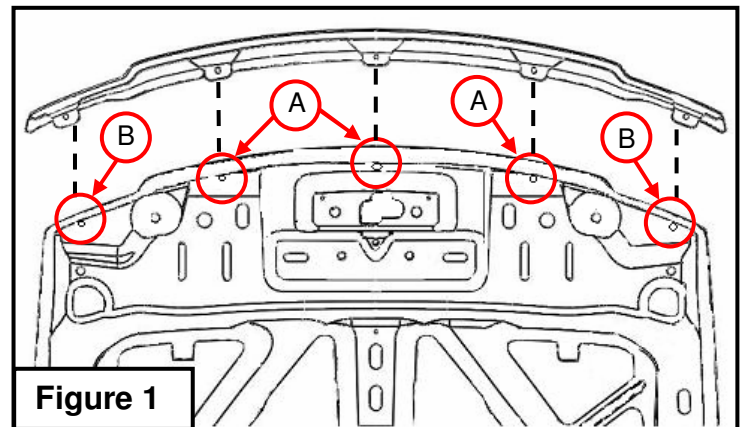

Figure 1
2. Faites un essai d'ajustement du protecteur de capot en alignant les trous de montage avec les trous correspondant dans le capot (**Figure 1**).
4. Réinstallez le protecteur sur le capot original en alignant les écrous-douille avec les fentes du capot. (**Figure 1**) Fixez le protecteur de capot au véhicule en installant le point de fixation central en premier et en continuant vers les extrémités. Serrez les écrous justes assez pour retenir le protecteur en place.